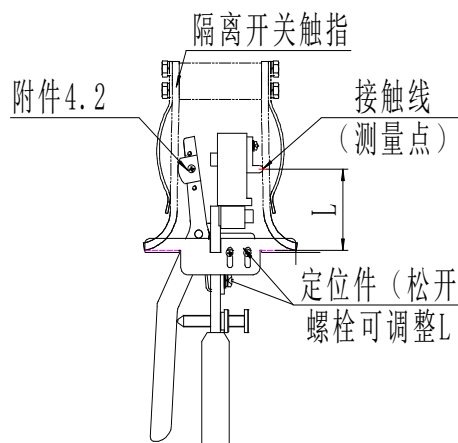
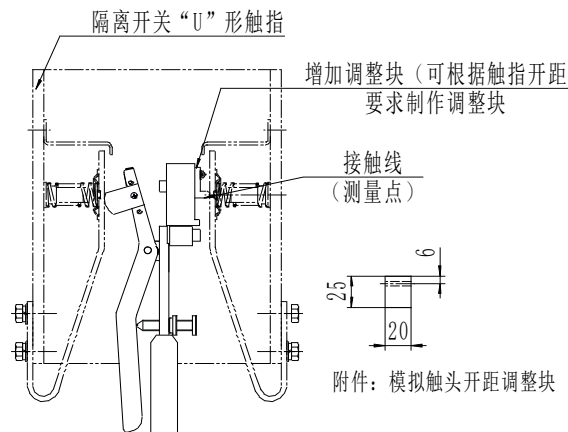

图 8 转入式触头隔离开关压力测量示意图(如 GW4、GW5 系列)
图 9 转入式“U”形触头隔离开关压力测量示意图（如 GW7B-252）
缓慢调节螺栓 S，调好后锁紧螺母 N。测量示意图见图 8、图 9。
4.2.5 图 8 是触头转入式隔离开关（GW4-40.5/126、GW5-40.5/126 等型号）触指压力测量示意图，为了测量准确和方便，可装配定位件 6，它能上下和前后定位。将测试头对准接触线后，调整固定定位件的螺栓，使触指尖到接触线的距离等于 L。
4.2.6 图 9 是触头转入式隔离开关（GW4-252、GW7-252 等型号）触指压力测量示意图，由于测量点触指端部较远，不能装配定位件。
一、转入式隔离开关触指接触压力的测量（如 GW4、GW5 型隔离开关），按图 8、9 要求更换测量附件